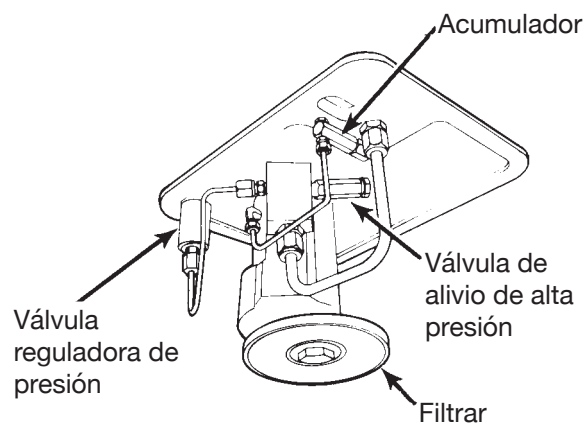

Figura 6
1. Retire los diez tornillos que sujetan el conjunto del motor y la bomba al depósito. **IMPORTANTE:** No dañe la junta ni bombee el filtro ni las válvulas reguladoras de presión al levantar la bomba y el motor del depósito. Consulte la Figura 6.